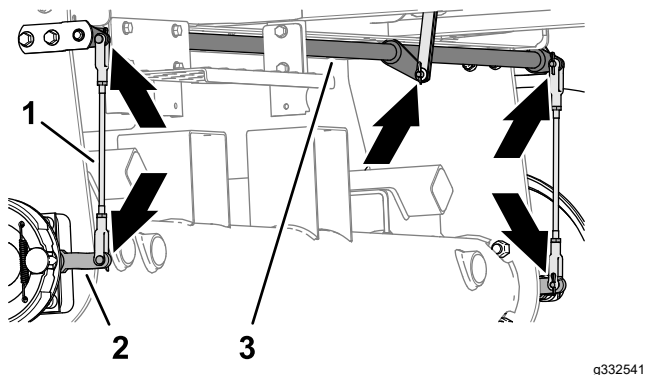

Figura 71
1. Ispezionate i gruppi delle aste dei freni di sinistra e destra (Figura 71) per escludere danni e usura.
2. Ispezionate l'albero di articolazione del freno (Figura 71) per escludere danni e usura.